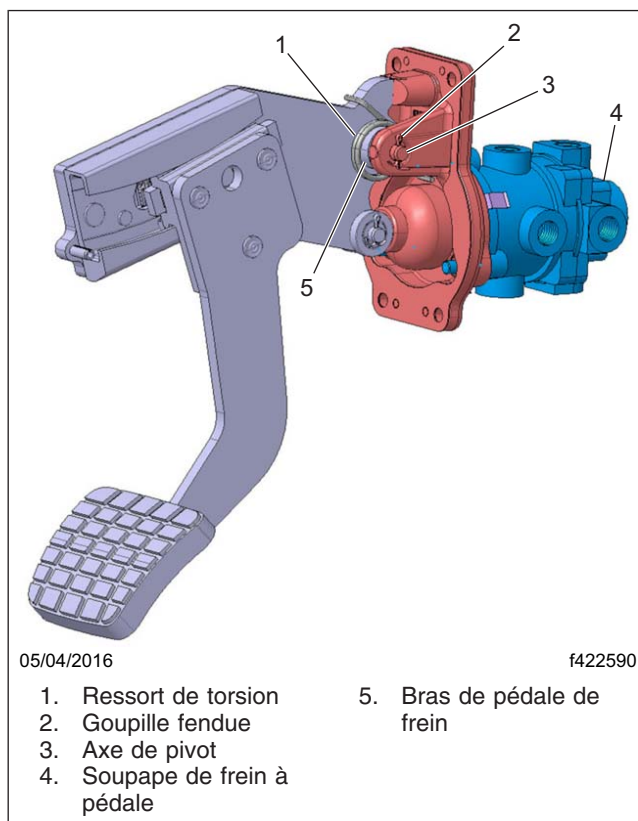

Fig. 1, Assemblage de la pédale de frein
3. Inspectez l'assemblage de la pédale pour déterminer la présence éventuelle d'un ressort de torsion. Reportez-vous à la **figure 1**, élément 1.
5. Retirez, puis jetez la goupille fendue. Reportez-vous à la **figure 1**, élément 2.
7. Installez le nouveau ressort de torsion de la pédale de frein de service. Reportez-vous à la **figure 1**, élément 1.